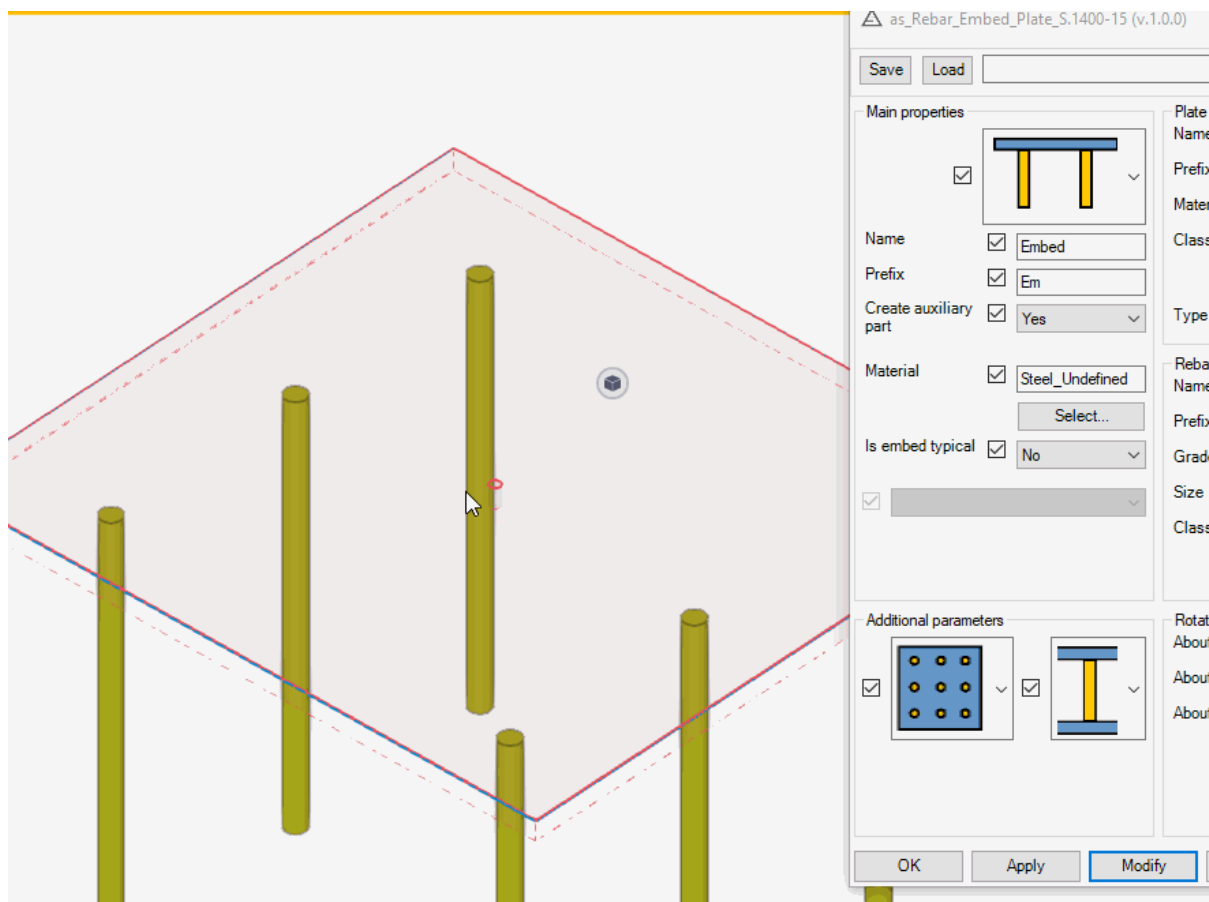

Рис. 5. Создание вспомогательного элемента
- Создание вспомогательного железобетонного или стального элемента в центре верхней стальной пластины, которая может быть полезна в некоторых случаях для оформления чертежей на закладные детали. Вспомогательная деталь создаётся балкой с профилем “D5” и высотой равной толщине верхней пластины. Также присутствует возможность задать материал для этой верхней пластины. Как реализовано создание данного фиктивного элемента см. рис. 5.